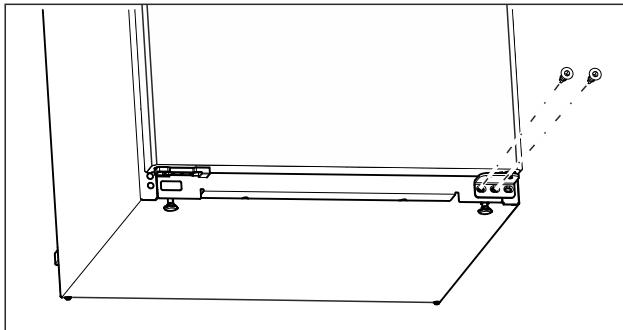

Fig. 6
- Na donjem ležajnom postolju odvrnute srednji vijak odvijačem Torx 20. (pogledajte Fig. 6)
- Na donjem ležajnom postolju odvrnute unutarnji vijak odvijačem Torx 20. (pogledajte Fig. 6)